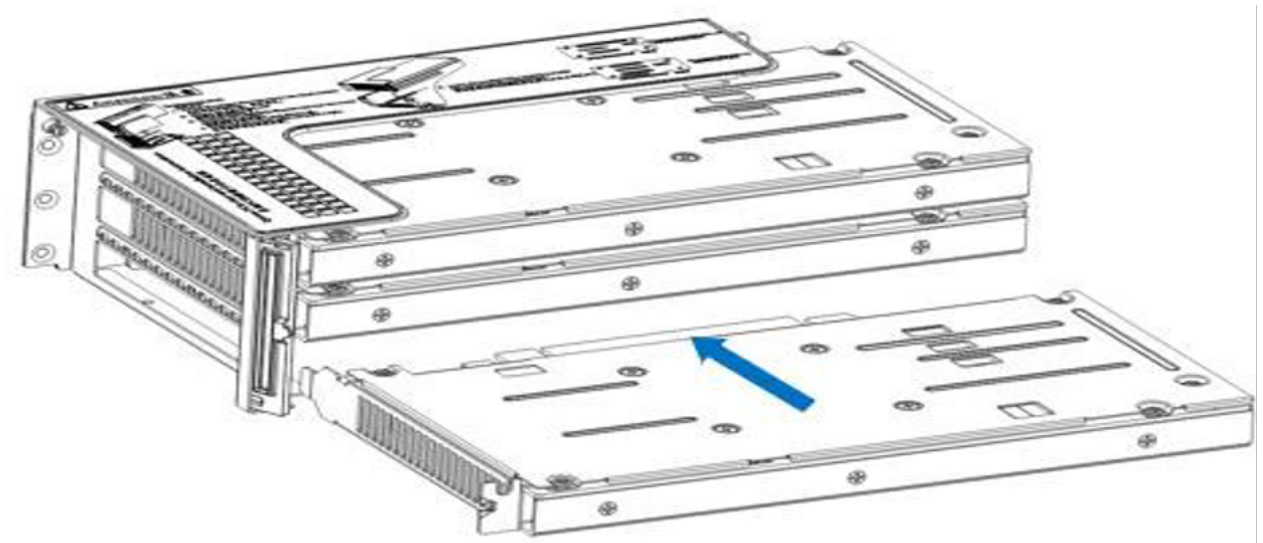

Рис. 3-20
1. Вставьте карту PCIe в соответствии с направлением, показанным на Рис. 3-20.